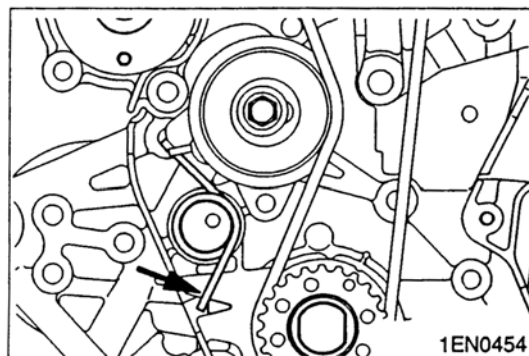

图 3-6
(1) 正时皮带、涨紧器弹簧、正时皮带涨紧器的拆卸
- 用钳子夹住涨紧器弹簧伸长端（如图 3-6 所示），将它从机油泵壳体限位块上拆下，然后拆下涨紧器弹簧。